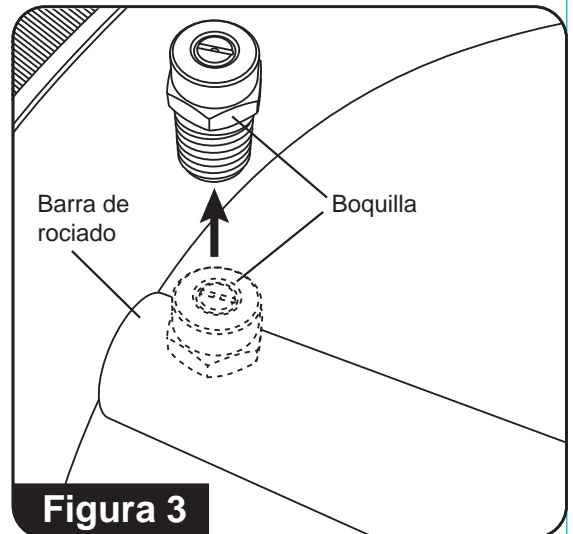

Figura 3
3. Con una llave inglesa de 14 mm (no se proporciona) retire las boquillas de la barra de rociado (**Consulte la figura 3**).